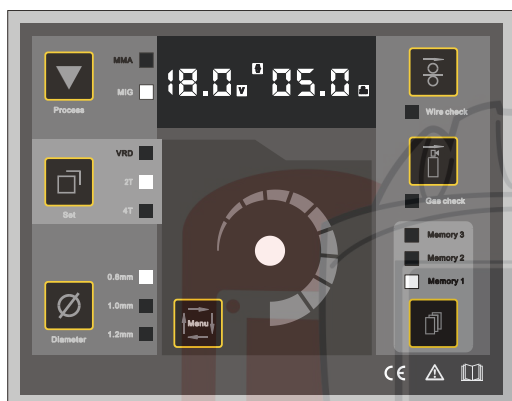
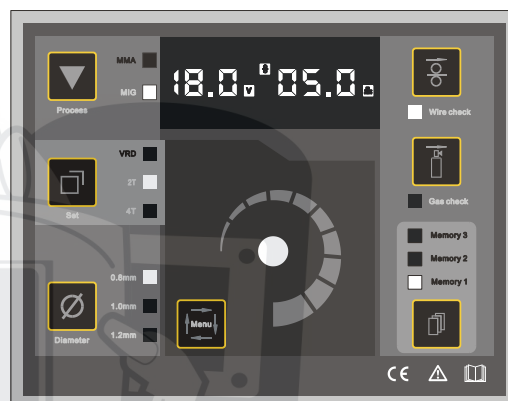

Рисунок 5: Дисплей с установленным напряжением в режиме MIG mode
Рисунок 6: Проверка подачи проволоки в режиме MIG
- а) Когда вы закончили варить, нажмите 【MMA/MIG переключатель】, загорается индикатор режима MIG и аппарат готов к работе в режиме MIG.(Рисунок 5)
- б) 【Цифровой дисплей показывает】показывает установленное “18.0V” в вольтах (V). В то время как “05.0м/мин” означает номинальный скорость подачи проволоки и указывается в м/мин”
- с) В режиме MIG нажмите кнопку **【BURN BACK】**, индикатор загорится и вы можете отрегулировать подачу проволоки на высокую скорость. (Рисунок 6). **【Цифровой дисплей】** будет мигать до тех пор пока вы не нажмете выключатель горелку либо любую другую кнопку на панели. **【Цифровой дисплей】** и **【BURN BACK】** перестают мигать – прекращается подача проволоки